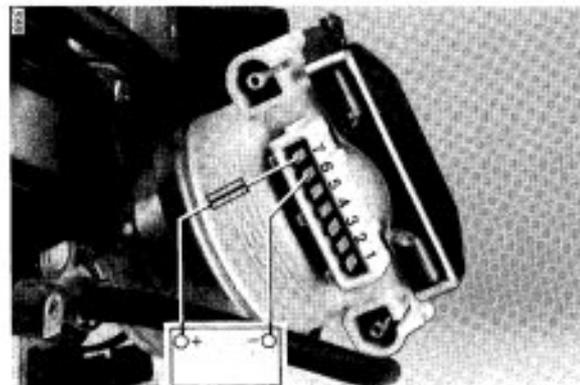

Bild 13
- Nur Steckanschlüsse (6 + 7) für belüftendes Ventil mit Spannung 12 V beaufschlagen, siehe Bild 13. Der Stößel muß nun innerhalb 1 Sek. ausgefahren sein.